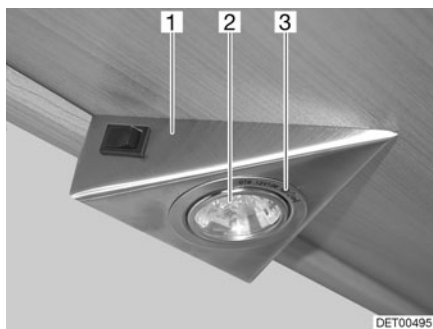

Fig. 233 Lampe halogène encastrée
La lampe halogène est encastrée dans un boîtier (Fig. 233,1).
- Desserrer la bague de recouvrement intérieure (Fig. 233,3) du boîtier avec un tournevis.
- Retirer l'ampoule halogène (Fig. 233,2).